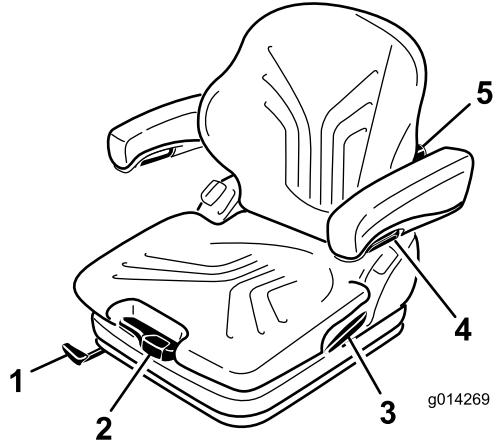

Рисунок 16
Регулировка сиденья по массе тела оператора осуществляется вытягиванием или нажиманием рычага регулировки по массе тела (Рисунок 16).
1. Для регулировки поднимите рычаг, чтобы разблокировать сиденье (Рисунок 16).
Поворачивая головку регулировки вверх, можно изменять изгиб подушки верхней части спинки. Поворачивая головку регулировки вниз, можно изменять изгиб подушки нижней части спинки (Рисунок 16).
Для регулировки высоты подлокотников отделите от крышки круглый колпачок (Рисунок 16), отпустите шестигранную гайку (13 мм) под нею, отрегулируйте
Для регулировки угла подлокотника поворачивайте головку регулировки (Рисунок 16).
Поднимите вверх блокировочный рычаг для высвобождения фиксатора спинки (Рисунок 16). При высвобождении фиксатора спинки не нажмайте на нее.